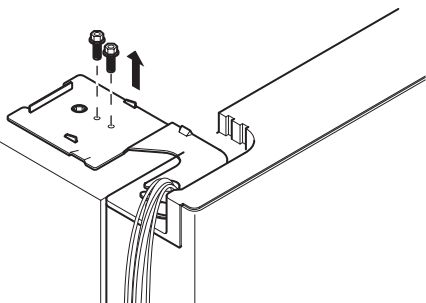

Fig. 4-7
1. Deșurubați șuruburile capacului cu balamale și scoateți capacul (Fig. 4-7). Deconectați toate cablurile, cu excepția cablului de împământare.